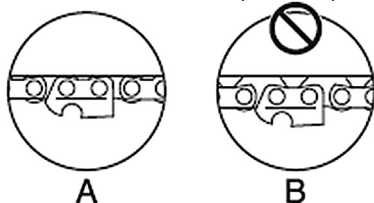

Рис. 5 Положение цепи на нижней части шины
- Вращайте винт шестерни натяжения цепи по часовой стрелке до тех пор, пока цепь не будет плотно прилегать к нижней части шины (Рис. 5А).